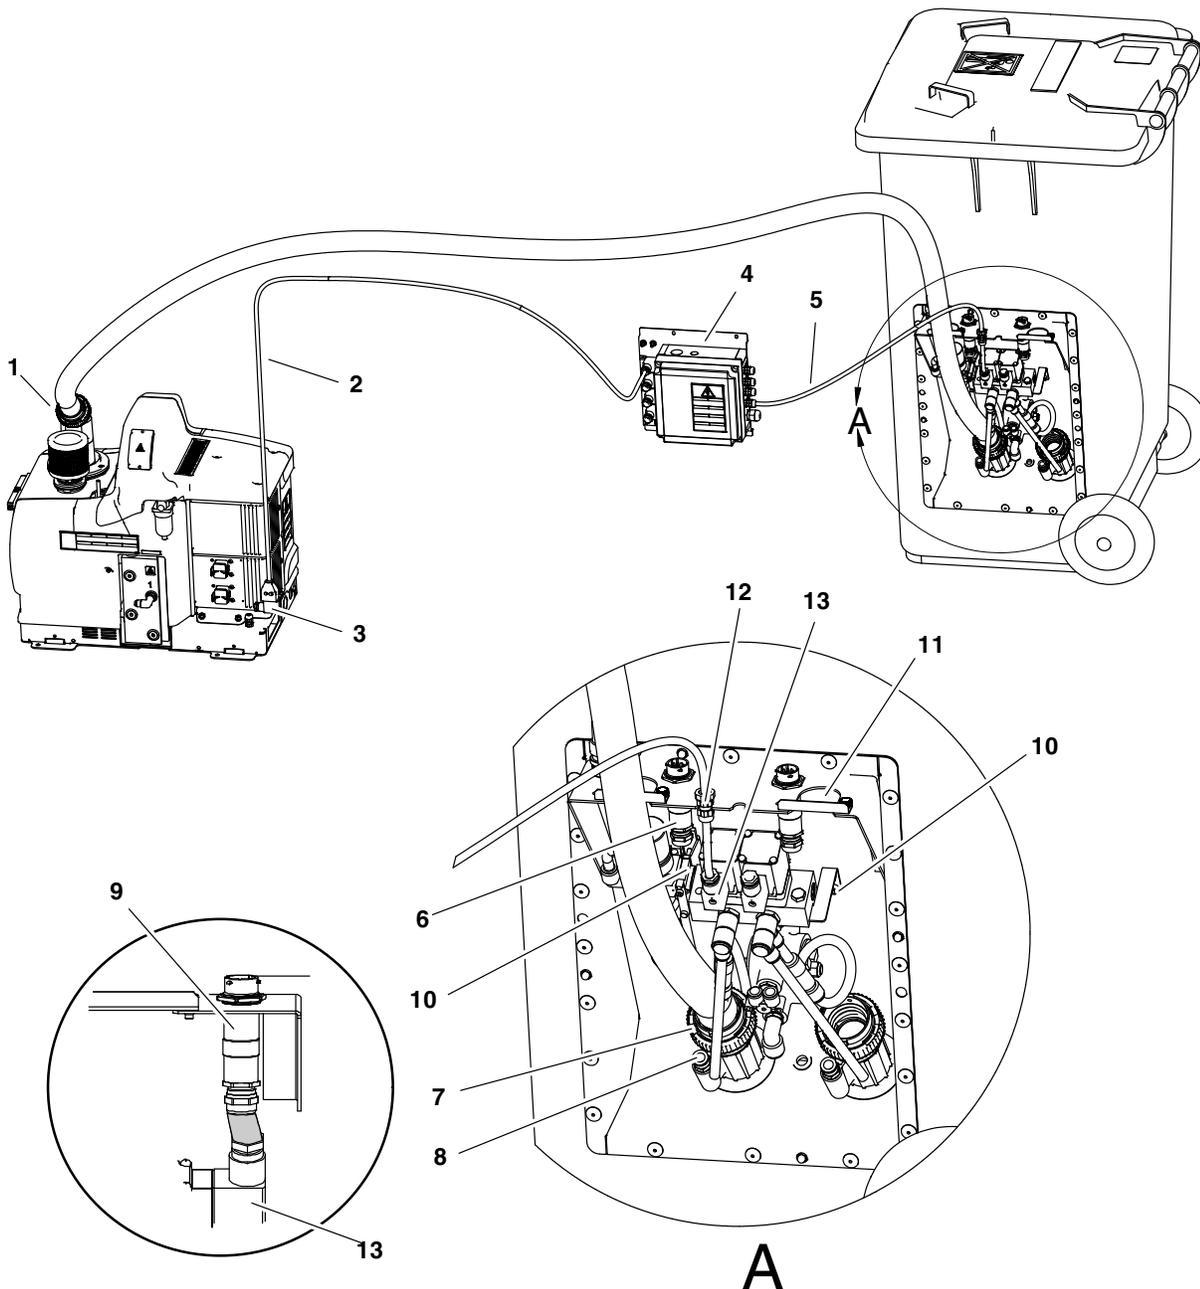

Figura 3-13 Realizzare i collegamenti del cablaggio dell'elettrovalvola e del tubo di trasferimento per un bidone ad alimentazione multipla
1. Vedi figura 3-13. Montare il sequenziatore e la staffa (4) nella posizione desiderata.
Vedi figura 3-13.